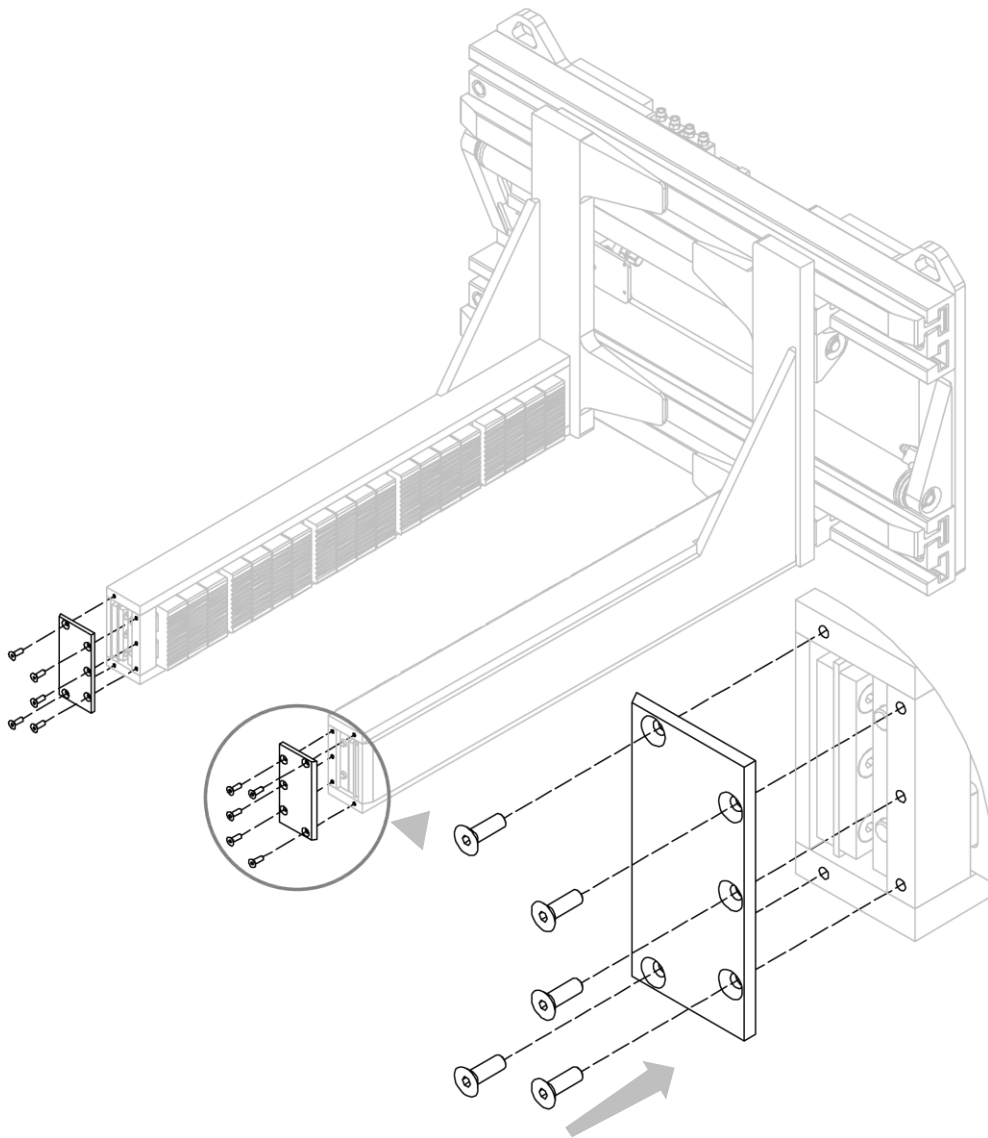

Abbildung 19
2. Schrauben Sie die Verschlüsse an (siehe *Abbildung 19*).